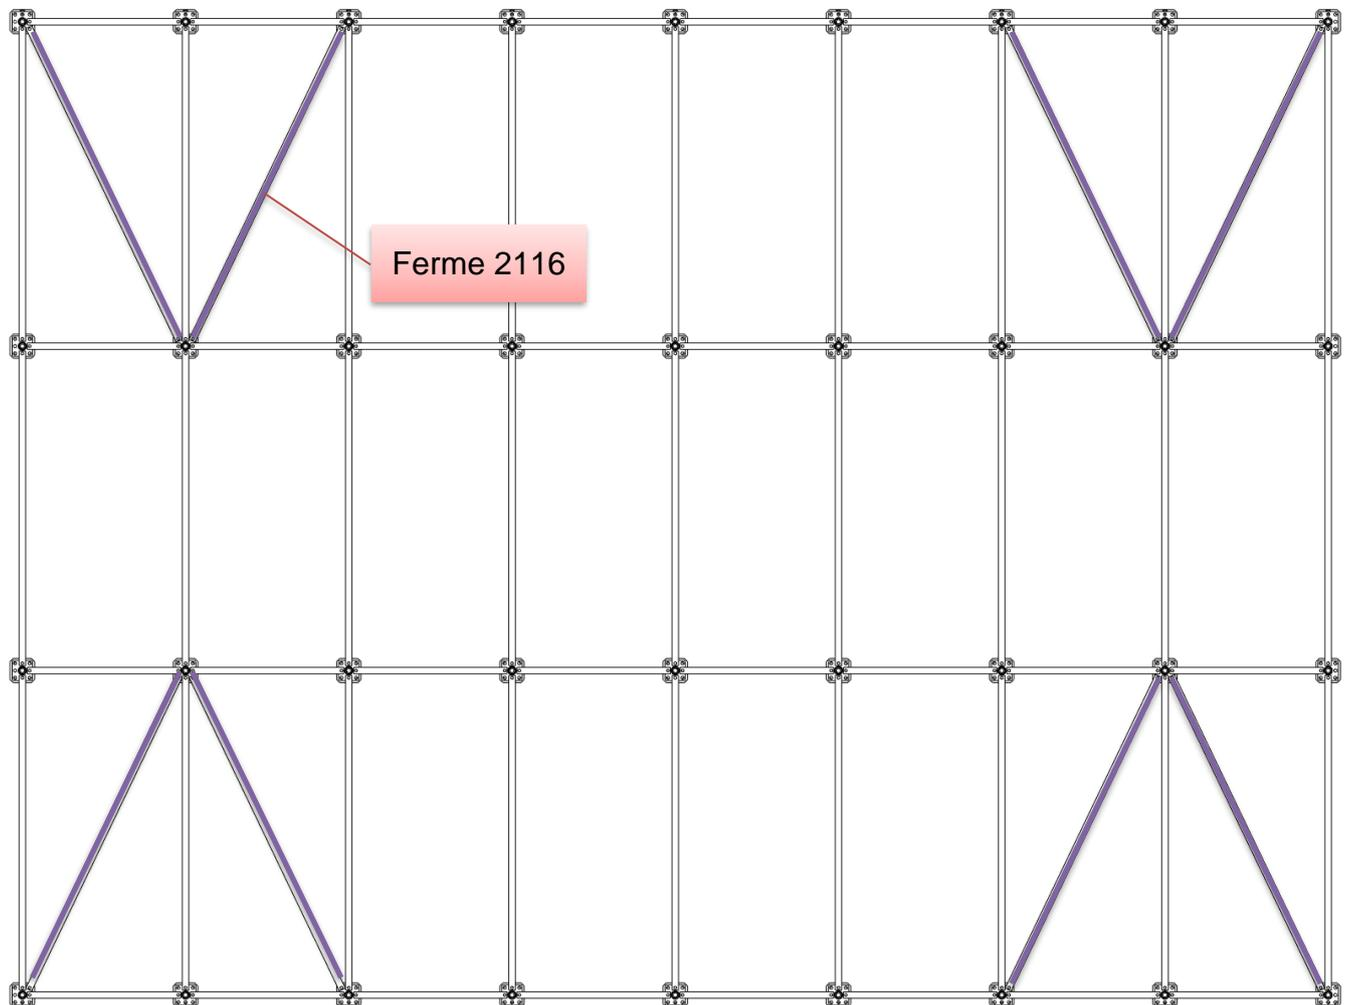

Figure 4
- 3) Dans les coins, installer des fermes 2116 pour permettre un départ en équerre de l'ensemble de l'ossature (voir Figure 4)